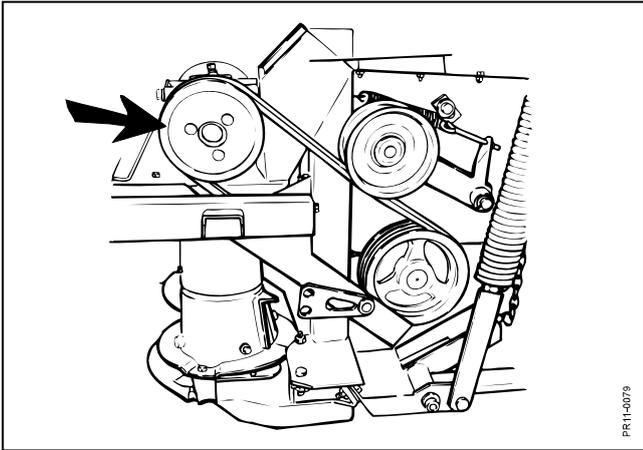

Fig. 3-23
**Fig. 3-23** Der Getriebekasten ist ab Fabrik mit einer Riemenscheibe für **900 Umdr./Min** der Walzen versehen. Diese Geschwindigkeit ist Standard bei den **GMS** Maschinen.